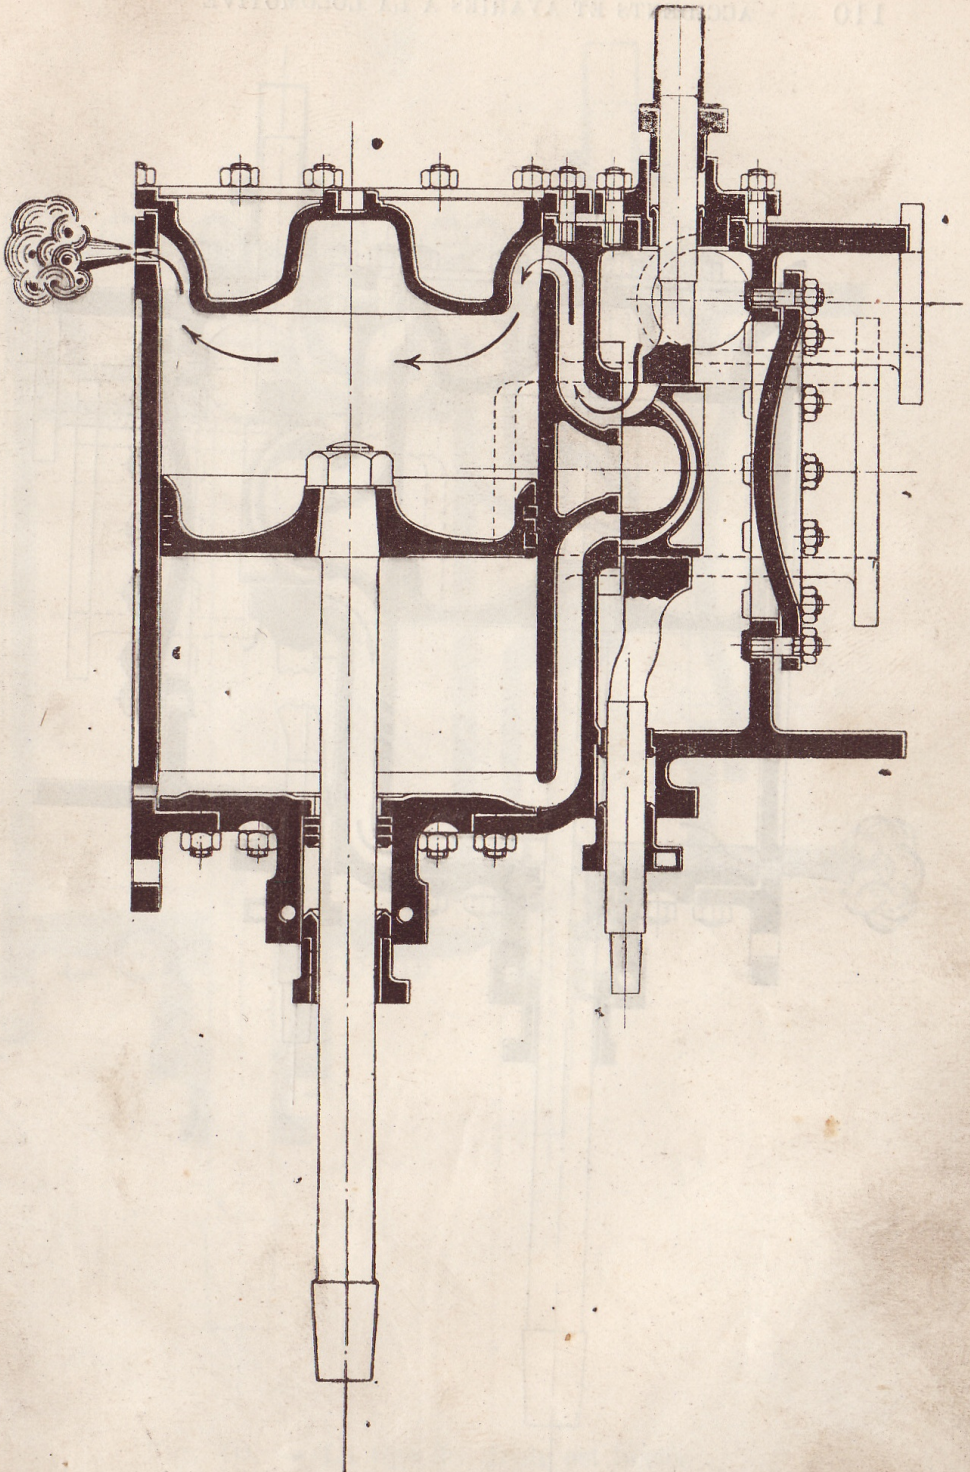
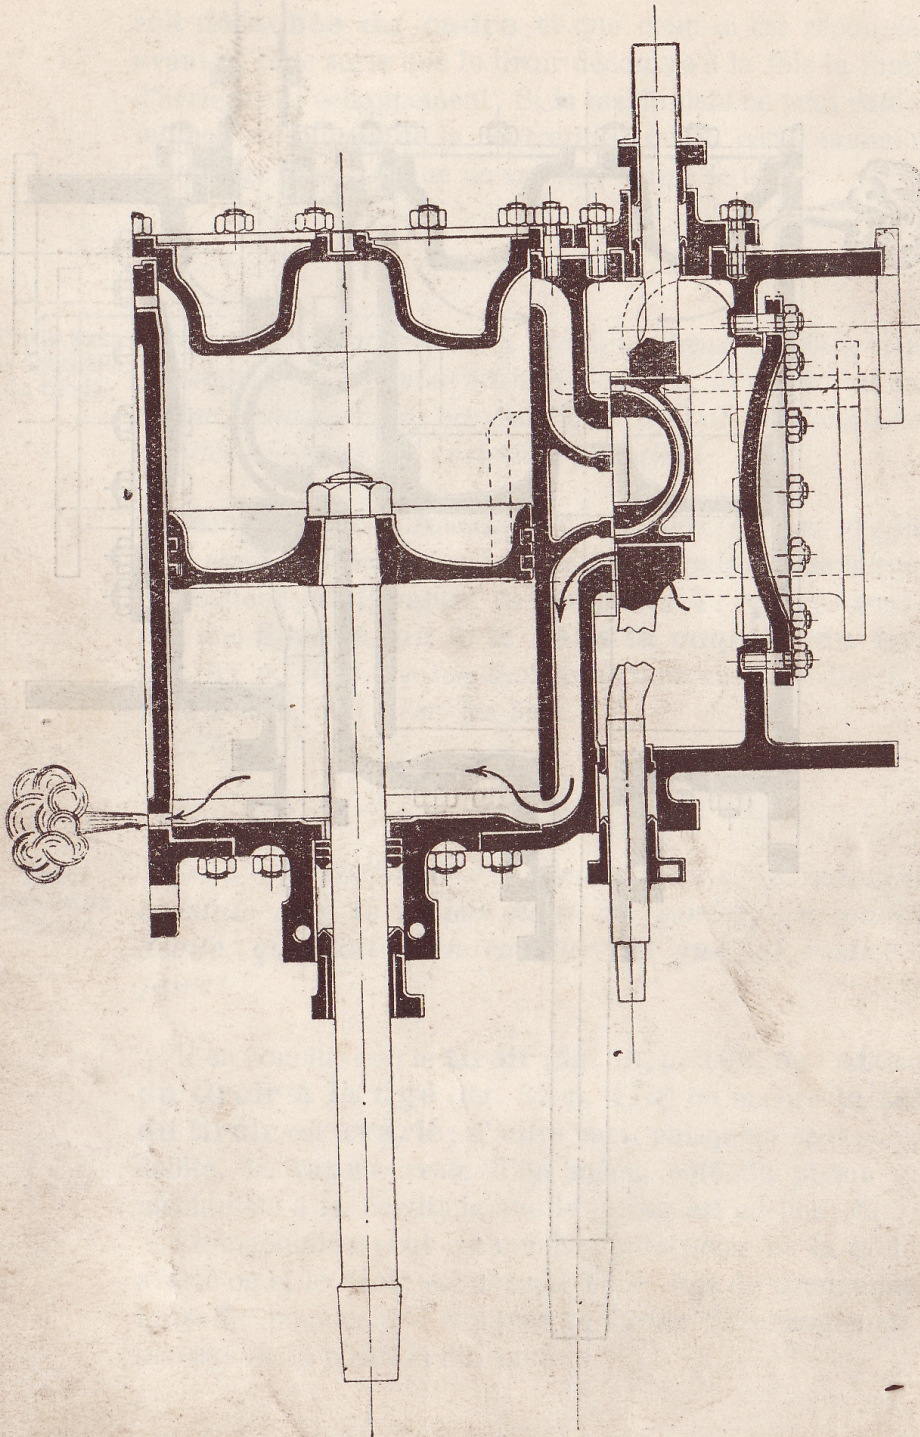

Fig. 38. — Le tiroir est avarié.
Fig. 39. — La tige du tiroir est brisée.
Il en conclut que le **tiroir** (fig. 38, p. 109) ou l'**attache du tiroir à la tige** (fig. 39 p. 110) ou encore **la table du tiroir** est **avarié**; d'autre part, puisqu'un seul purgeur débite, la vapeur reste d'un même côté du piston et le machiniste a la certitude que le piston est en bon état.
a) Si **le tiroir est séparé de sa tige** (fig. 39), le même purgeur ne cessera de débiter et il restera seul à le faire.
b) Si **la table du tiroir ou le tiroir lui-même** (fig. 38) **est avarié**, l'autre purgeur et parfois même la décharge donneront dans certaines positions du levier de changement de marche.